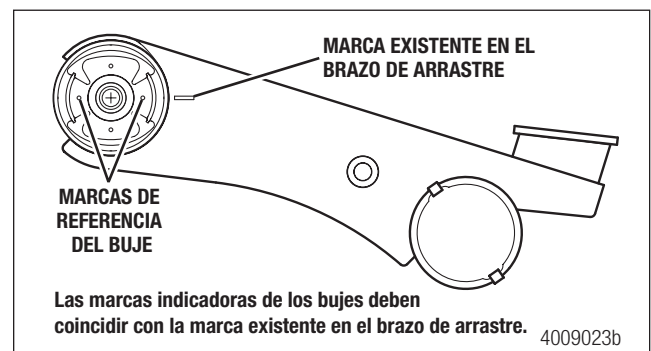

Figura 7.20
14. Verifique que la línea indicadora en el buje esté alineada con la marca existente en el brazo de arrastre. Figura 7.20.